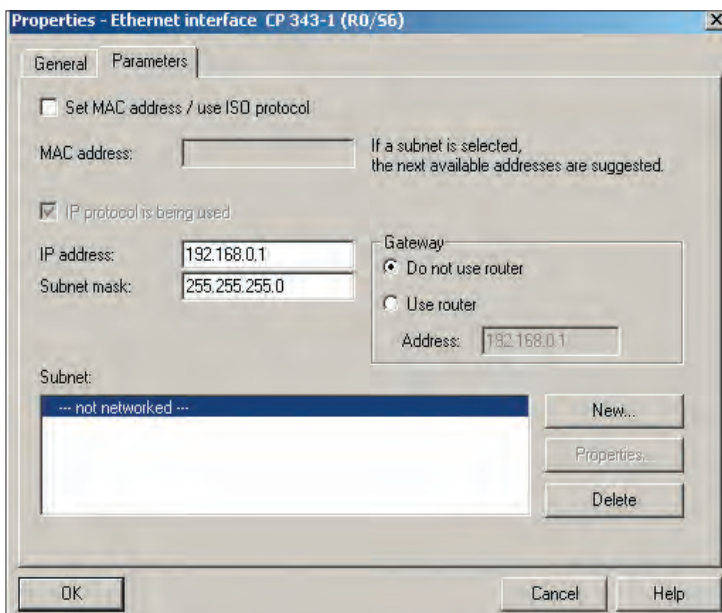

Рис. 5. Добавление IP-адреса и адреса маски подсети
2. В окне свойств **Properties – Ethernet interface CP 343-1** установите необходимый IP-адрес (**IP address**) и адрес маски подсети (**Subnet mask**), после чего нажмите кнопку **NEW** для создания новой сети (рис. 5).